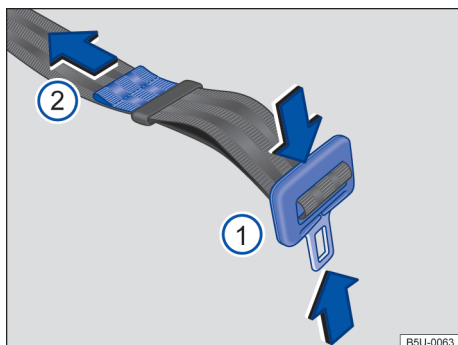

Fig. 33 Ajustar o cadarço do cinto de segurança subabdominal.
- Pressionar a lingueta na direção das setas → Fig. 33  e alongar totalmente o cinto de segurança.
- Apertar a lingueta contra o fecho do cinto de segurança e puxar a extremidade → Fig. 33  no sentido da seta, até atingir uma folga máxima de 5 cm (3 dedos) na região pélvica.